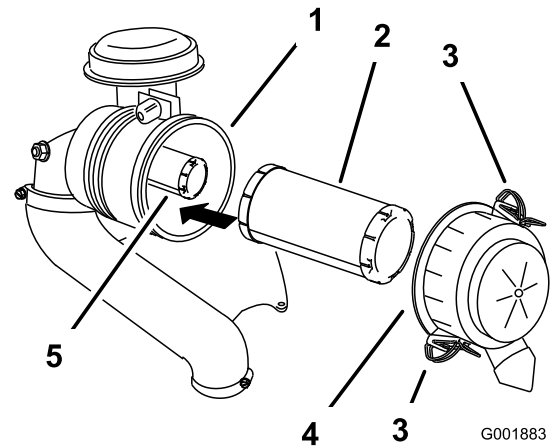

図 41
3. エアクリーナのラッチを外し、ボディーからカバーを外す 図 41。
5. 次フィルタをゆっくり引き抜くようにしてエアクリーナのボディーから外す 図 41。
2. 安全フィルタを交換する場合には、十分に注意しながら、フィルタのボディに挿入する 図 41。
3. 1次フィルタをゆっくり押し込むようにして安全フィルタの上から取り付ける 図 41。
4. 上下方向を確認し、Upと書いてある方を上に向けてエアクリーナカバーを正しく取り付け、ラッチを掛ける 図 41。